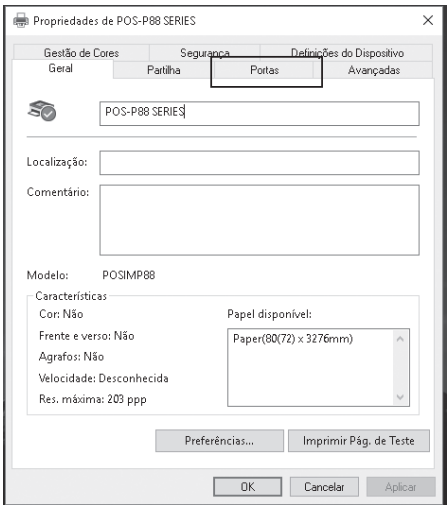
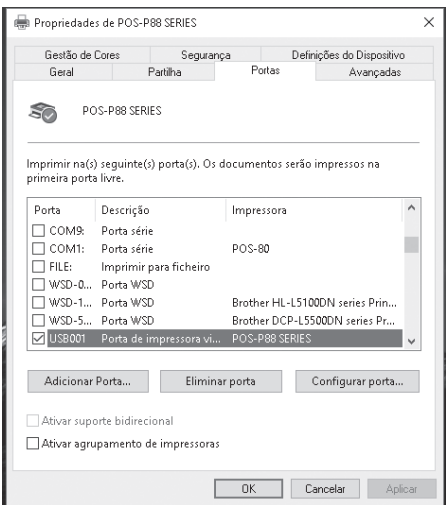

Figura 3
Figura 4
**2.2** Selecione “Portas” conforme figura 3 e escolha USB001, como indica a figura 4. Aplicar e OK.